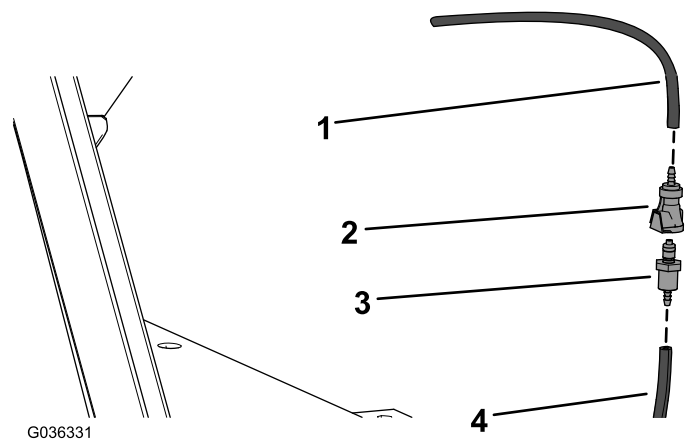

Figura 4
2. Ligue a união reta fêmea à tubagem da cabina e a união reta macho à tubagem do kit (Figura 4).